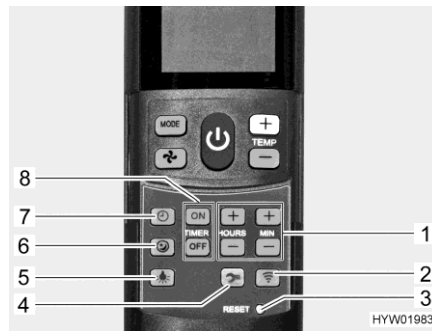

Bild 230 Fernbedienung mit Einstell-
Sanftlauf einschalten: ■ Taste Sanftlauf (Bild 230,6) drücken. Im Kühlbetrieb läuft das Gebläse dann mit niedriger Drehzahl und deshalb besonders leise.
Uhrzeit einstellen: ■ Taste Uhrzeit (Bild 230,7) drücken.
■ Mit den Tasten (Bild 230,1) Stunden und Minuten einstellen.
Einschaltzeit programmieren: ■ Taste "ON" (Bild 230,8) drücken.
■ Tasten für die Zeiteinstellung (Bild 230,1) drücken, bis die gewünschte Zeitspanne bis zum Einschalten erreicht ist.
■ Taste "ON" (Bild 230,8) drücken.
Ausschaltzeit programmieren: ■ Taste "OFF" (Bild 230,8) drücken.
■ Tasten für die Zeiteinstellung (Bild 230,1) drücken, bis die gewünschte Zeitspanne bis zum Ausschalten erreicht ist.
■ Taste "OFF" (Bild 230,8) drücken.
Timer deaktivieren: ■ Taste "ON" oder Taste "OFF" (Bild 230,8) erneut drücken.
Beleuchtung einschalten: ■ Taste Licht (Bild 230,5) drücken. Das Licht wird mit der zuletzt eingestellten Dimmstufe eingeschaltet.
Beleuchtung dimmen: ■ Taste Licht (Bild 230,5) drücken und gedrückt halten, bis die gewünschte Helligkeit erreicht ist.
Beleuchtung ausschalten: ■ Taste Licht (Bild 230,5) drücken.
▷ Die Taste Setup (Bild 230,4) dient dazu, die Fernbedienung bei der ersten Inbetriebnahme mit der Klimaanlage zu verbinden.